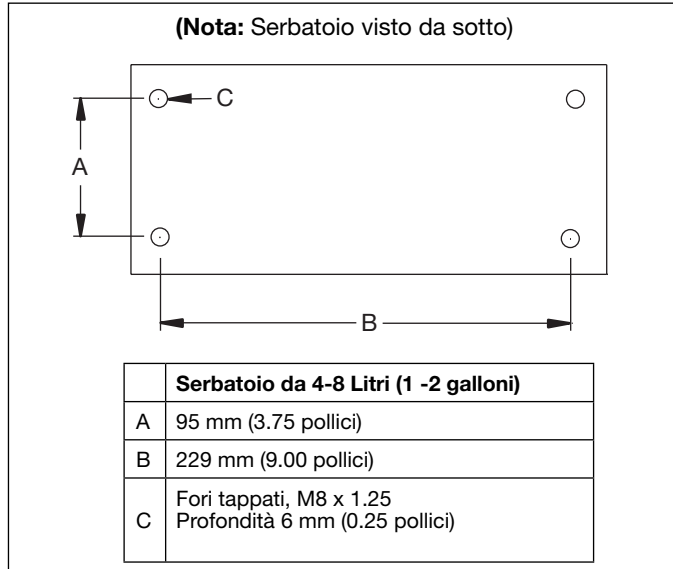

Figura 4, Dimensioni di montaggio
4.2 Montaggio della pompa (vedere figura 4)